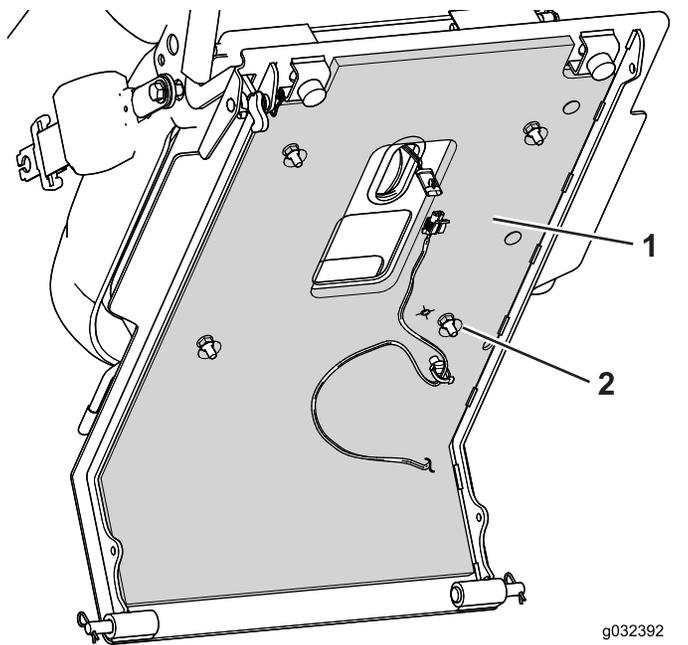

Рисунок 3
- Удалите с обратной стороны защитный слой и приложите теплоизолирующий щиток к нижней части деки сиденья (Рисунок 3).